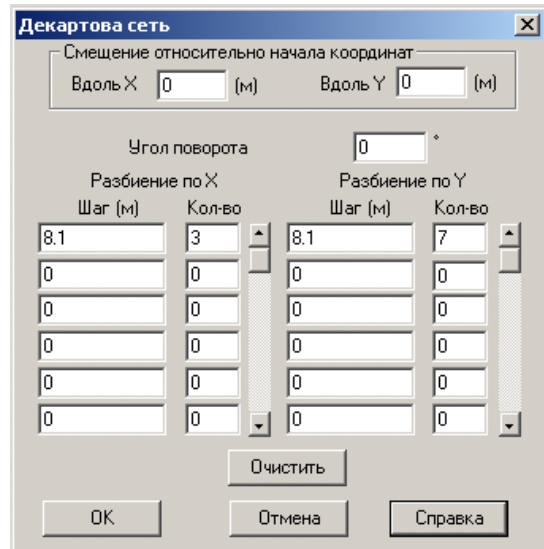

Рис.13.3.1 Окно диалога **Декартова сеть**
- В окне диалога **Декартова сеть** (рис.13.3.1) задайте следующие параметры: